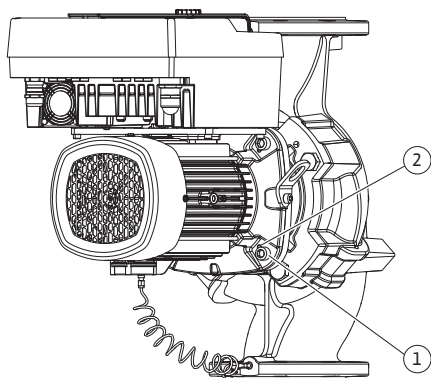

Fig. 10: Éjection du kit embrochable par les trous taraudés
5. Éjecter le kit embrochable (voir Fig. 4) du corps de pompe. Pour ce faire, utiliser les deux trous taraudés (voir Fig. 10). Pour desserrer le logement, visser des vis M10 de longueur adéquate dans les trous taraudés.
5. Desserrer la tôle de support du capteur de pression différentielle (Fig. I, pos. 13) de la bride de moteur en desserrant les vis (Fig. I et Fig. III, pos. 10). Laisser le capteur de pression différentielle (Fig. I, pos. 8) suspendu avec la tôle de support (Fig. I, pos. 13) au niveau des lignes de mesure de pression (Fig. I, pos. 7). Si besoin, débrancher le câble de raccordement du capteur de pression différentielle dans le module électronique.
6. Éjecter le kit embrochable (voir Fig. 4) du corps de pompe. Pour ce faire, utiliser les deux trous taraudés (voir Fig. 10). Pour desserrer le logement, visser des vis M10 de longueur adéquate dans les trous taraudés.
8. Desserrer les deux vis imperdables de la tôle de protection (Fig. I, pos. 27) et retirer la tôle de protection.
9. Engager une clé plate de surplat 18, 22 ou 27 mm dans le regard de la lanterne et maintenir l'arbre au niveau des surfaces de serrage (Fig. I, pos. 16). Dévisser l'écrou de blocage de roue (Fig. I, pos. 21). La roue (Fig. I, pos. 21) sort automatiquement de l'arbre. Utiliser un dispositif de tirage pour les roues en fonte.
10. Desserrer les vis (Fig. II, pos. 10 a) ou (Fig. II, pos. 10 b) selon le type de pompe.
11. Séparer la lanterne du centrage du moteur et la retirer de l'arbre à l'aide du dispositif de tirage à deux bras (dispositif de tirage universel). La garniture mécanique (Fig. I, pos. 25) est extraite en même temps. Éviter de mettre la lanterne en porte-à-faux.
12. Si la garniture mécanique est endommagée, extraire le grain fixe (Fig. I, pos. 26) de la garniture mécanique du logement de la lanterne. Mettre en place un nouveau grain fixe dans la lanterne.